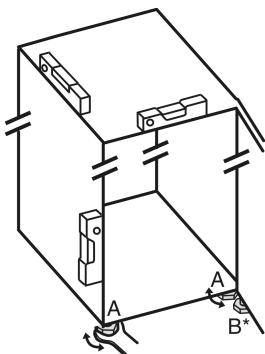

Fig. 24
- Dévisser les pieds réglables Fig. 24 (A) avec la clé plate fournie et utiliser un niveau à bulle pour vérifier que l'appareil est bien plan.
- Dévisser le pied réglable Fig. 24 (B) du support de palier avec la clé plate fournie jusqu'à ce qu'il touche le sol.
- Tourner le pied réglable Fig. 24 (B) de 90° supplémentaires.